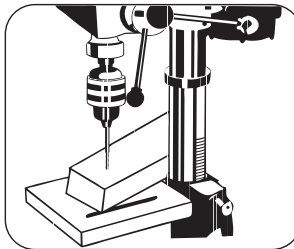

FIGURA 8.20
- La madera debe estar en contacto con el lado izquierdo de la columna (Figura 8.20).